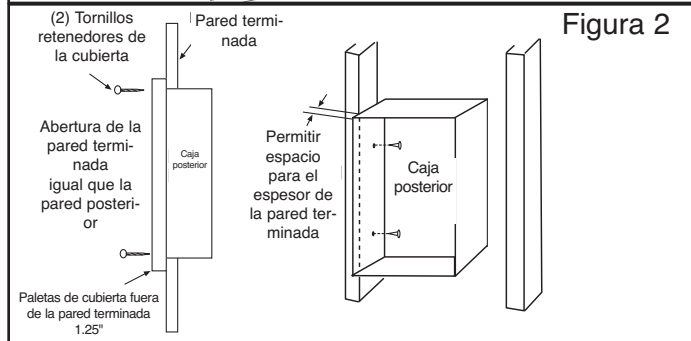

Figura 2
- Determinar cuál lado de la caja posterior se va a montar contra un montante de pared o vigueta de cieloraso (ver la Figura 2). Al instalar la caja posterior, permitir espacio para el espesor de la pared terminada. El borde de la caja posterior debe instalarse al ras con la superficie terminada. Se proporcionan marcas en el lado de la caja posterior para paredes terminadas de 1/2" ó 5/8".
- Colocar la caja posterior en posición sobre la ubicación deseada del montante de pared o vigueta de cieloraso, y asegurar usando dos clavos o tornillos según se muestra en la Figura 2.
**NOTA B:** Se han provisto orificios guía para un tornillo No. 8 de lámina de metal, a los lados de la caja posterior (Ver la Figura 2).
- Determinar cuál de los lados de la caja posterior se va a montar contra un montante de pared o vigueta de cieloraso. Ver la Figura 2.